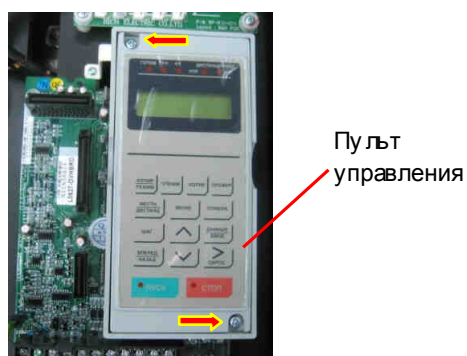

Рис. 7.36.
7.19.4. Установить пульт управления в поддон и закрепить двумя винтами (рис. 7.36).